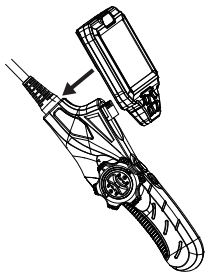

Рис.1
- 1) Совместите дисплей с разъемом на рукоятке в направлении стрелки на рис. 1.